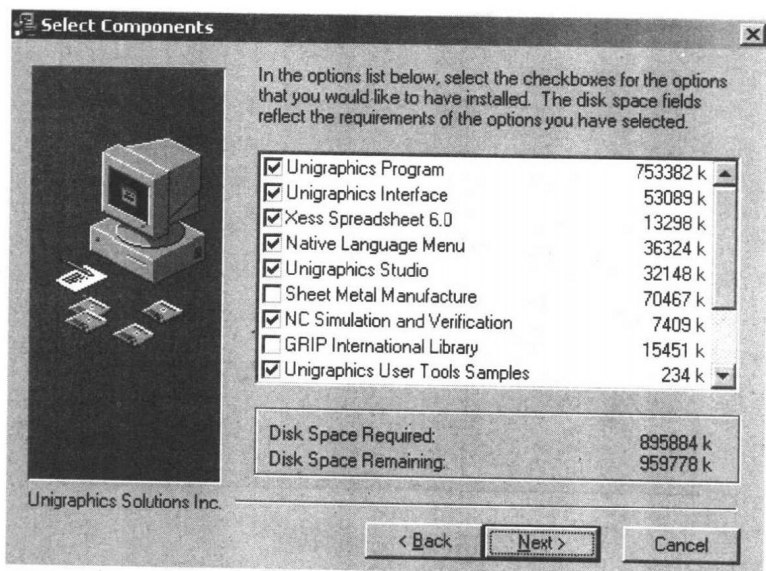

图 1.3 组件选取对话框
4. 接着会出现如图 1.3 所示的组件选取对话框。用户可以在其中选择要安装的组件，用鼠标点击某选项前面的复选框即可选定，完成设置后点击“Next”按钮。